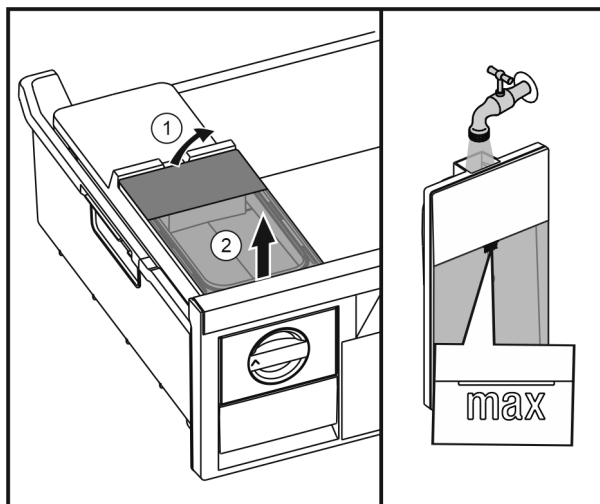

Fig. 31
- Zvedněte vzadu nádržku na vodu Fig. 31 (1) a poté ji vyjměte směrem nahoru Fig. 31 (2).